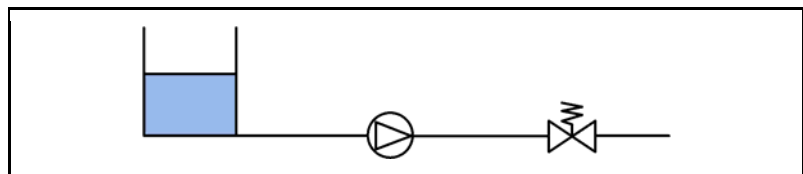

Fig. 22: Medios volátiles
Para dosificar con precisión líquidos con baja presión de vapor, p. ej. disolventes, el sistema debe estructurarse según la Fig. 22
1. Montar el sistema según la Fig. 22